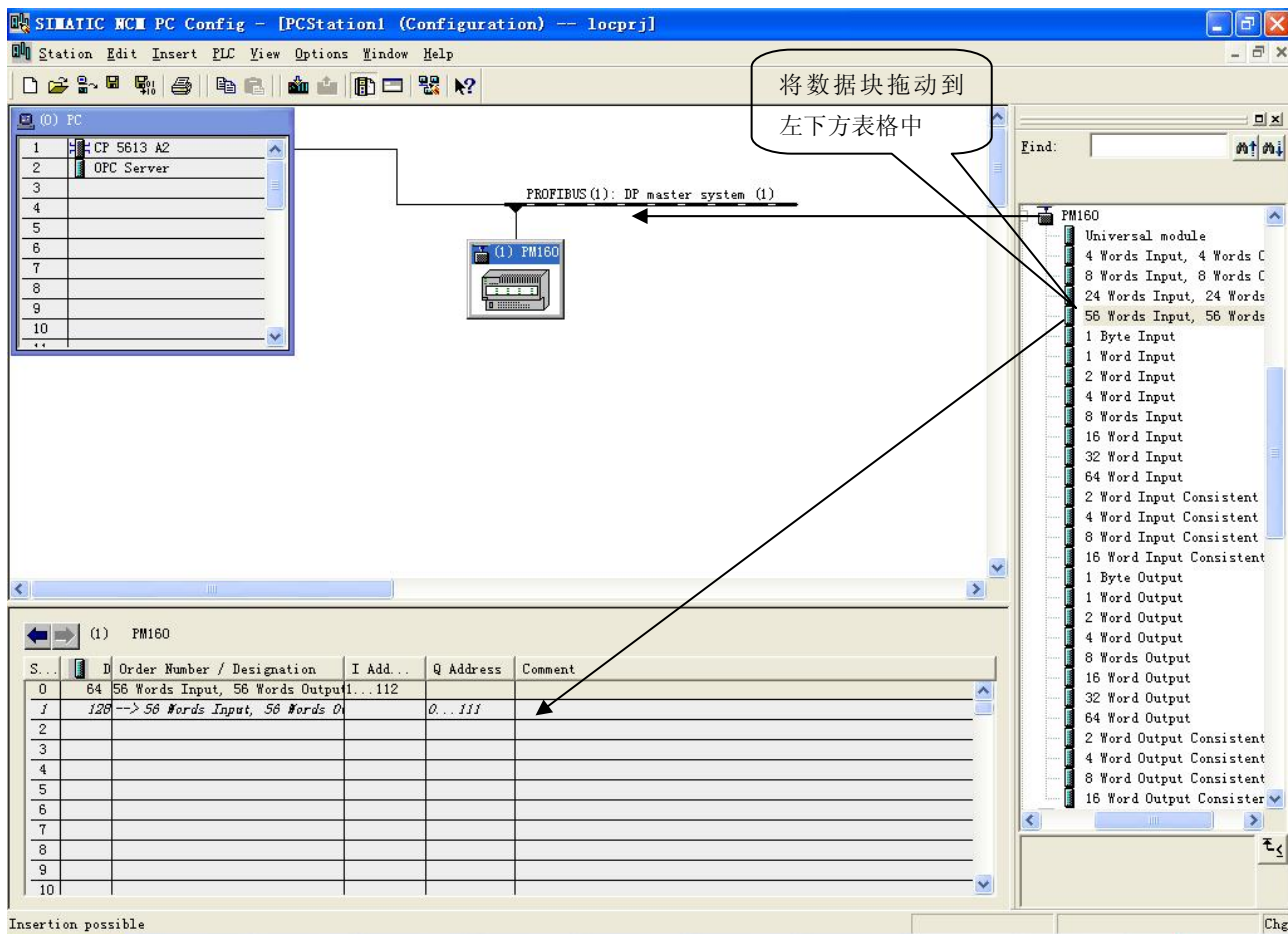

图 10
11. 将从站 HPM-610 配入到 PROFIBUS 网络配置当中，并将输入输出数据块，映射到 S7-300 或者其它控制器的内存当中。如图 10: